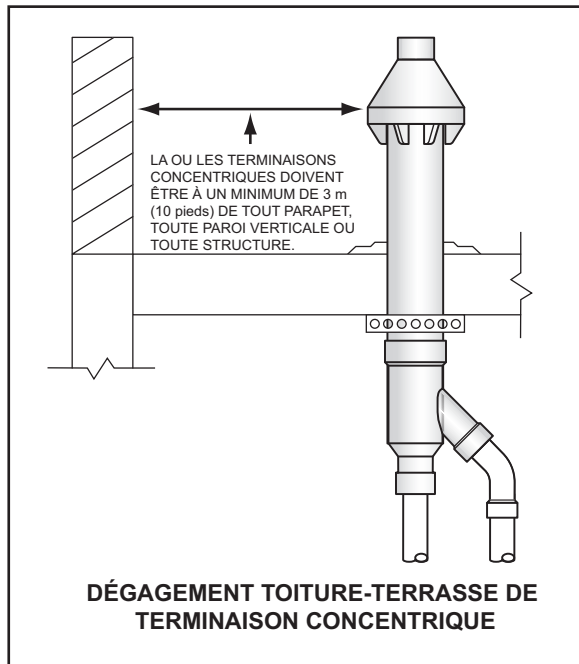

Figure 27
4. Lors de l'installation d'une terminaison concentrique verticalement à travers un toit-terrasse, le bouchon d'aération de la terminaison doit se trouver à un minimum de 3 m (10 pi) de tout parapet, toute paroi verticale ou structure comme l'indique la Figure 27.